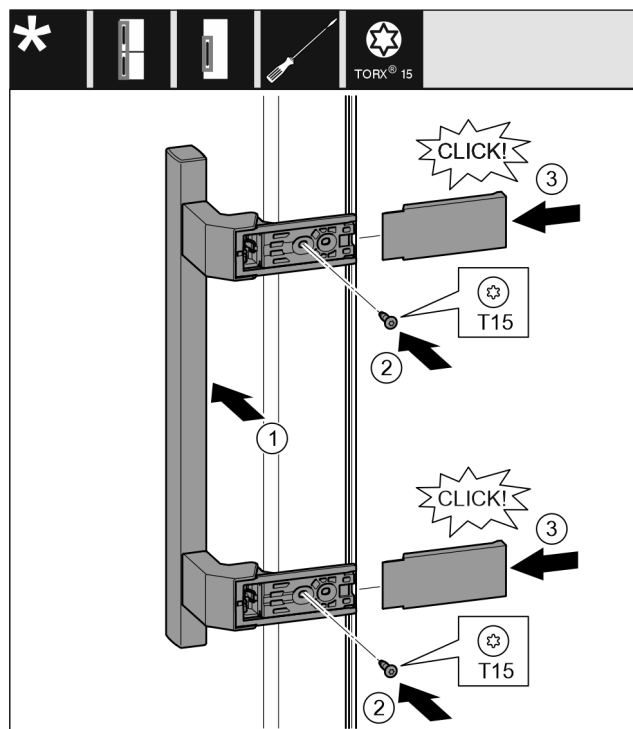

Fig. 40
- Поставете дръжката от другата страна. Fig. 40 (1)
- Затегнете винтовете с отвертка T15. Fig. 40 (2)
- Поставете отстрани капаците и ги нахлузете. Fig. 40 (3)